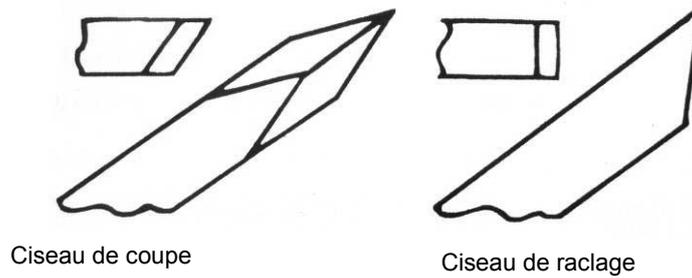

Figure 8
-Les ciseaux de raclage sont le ciseau plat, l'outil à retouche et la pointe en étoile. On ne les aiguise pas sur le côté plat. Le bord du fil produit en meulant est laissé car il est utile dans le processus de raclage. Voir Figure 8.